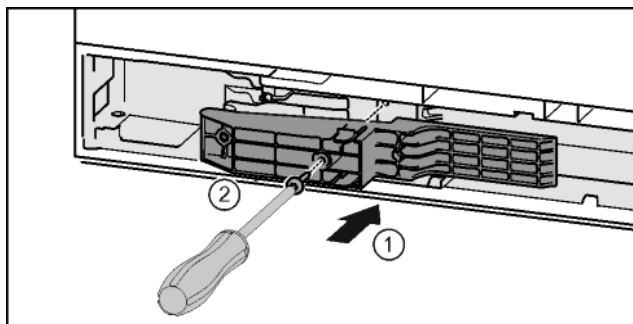

Fig. 43\*
- ▶ Вставить деталь адаптера в отверстие на стороне ручки.\* Fig. 43 (1)
- ▶ Затянуть винты отверткой T15.\* Fig. 43 (2)